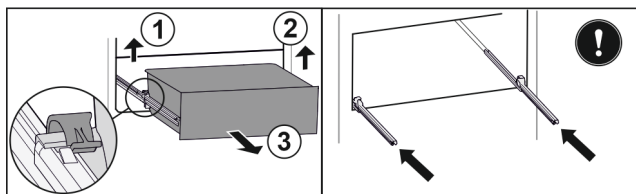

Fig. 119
- ▶ Dvignite levo spojko in hkrati povlecite predal levo naprej. Fig. 119 (1)
- ▶ Dvignite desno spojko in hkrati povlecite predal desno naprej. Fig. 119 (2)
- ▶ Predal vzemite ven v smeri naprej. Fig. 119 (3)